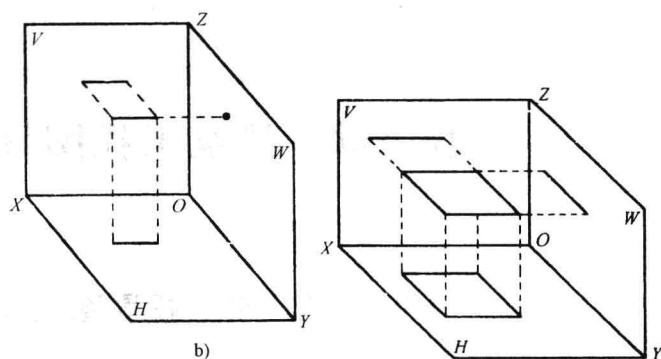

图 1-4 面的投影
(3) 一个几何图形的平面，在空间各个投影面上的正投影是由面和线来反映的。图 1-4 是一个平行于底部投影面的平行四边形平面在三个投影面上的投影。